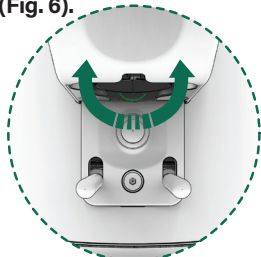

Fig. 6
4. Para mover la salida del café hacia adelante, girar la rueda (17) en sentido horario, y en sentido antihorario para moverla hacia atrás (Fig. 6).